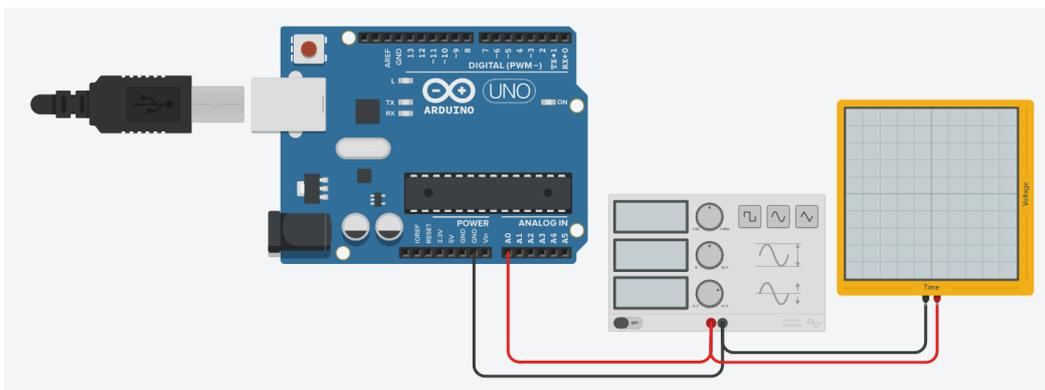

Figura 7. Diagrama de conexión de generador de funciones y osciloscopio.
- 4) Arme el circuito de la figura 7, usando una Arduino UNO, generador de funciones y osciloscopio